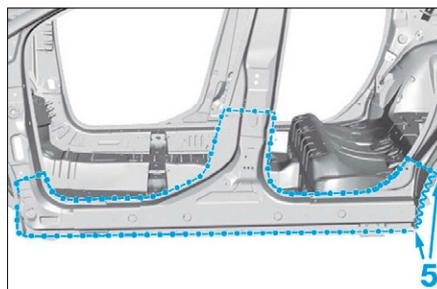

FIG. 99
- Préparer les zones d'accostage et les protéger par un apprêt soudable (**Fig.99**).